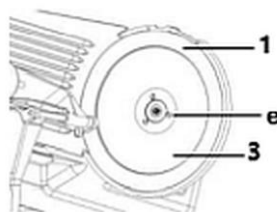

Fig. 13
4. Para remover a lâmina (1), desaperte as 3 parafusos de bloqueio (e) com uma chave de fenda adequada (Fig. 13).
5. Desencaixe a lâmina (1) com cuidado.
6. Lave a proteção da lâmina (3) e a lâmina (1) com água morna e um detergente neutro. Use uma esponja, uma escova de limpeza adequada ou um pano macio. Enxague com água limpa.